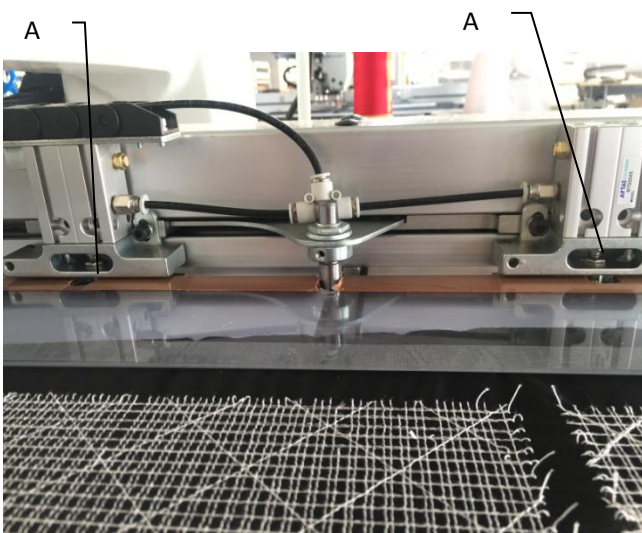

图 38
2.18.5.1 如图 38，推动空模板（未装缝料），两个定位口 A 卡在定位套并推到底。